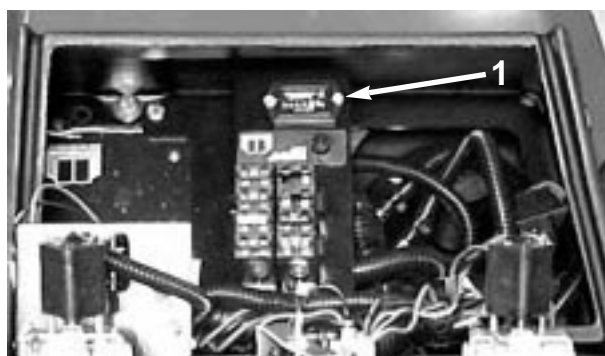

図 31
緑の診断用ランプ（図31）は、電子コントローラが正常に機能しているかどうかを知らせてくれます。このランプはコントロールパネルの下、ヒューズボックスの隣にあり、キー・スイッチがON位置にあると点灯し、電気系に異常を発見すると点滅します。キーをOFFに戻すとランプは消え、診断回路は自動的にリセットします。
3. ハーネス・コネクタ (図31) に ACE ディスプレイを接続する。ACE ディスプレイ表面にのせるオーバーレイの種類を間違えないように注意する。